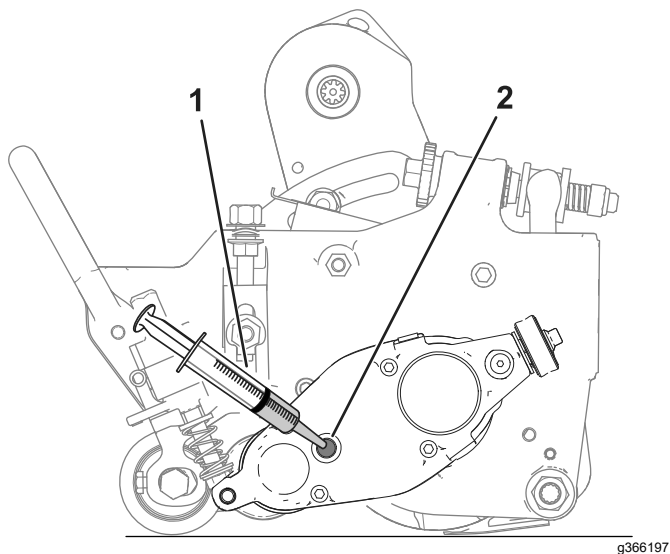

Figura 24
poziionai unitatea de tăiere pe o suprafaă plană aa cum este indicat în Figura 24.
8. Utilizați o seringă (cod piesă 137-0872) pentru a umple caseta de acționare cu 50 cc de ulei 80 - 90 W (Figura 24).